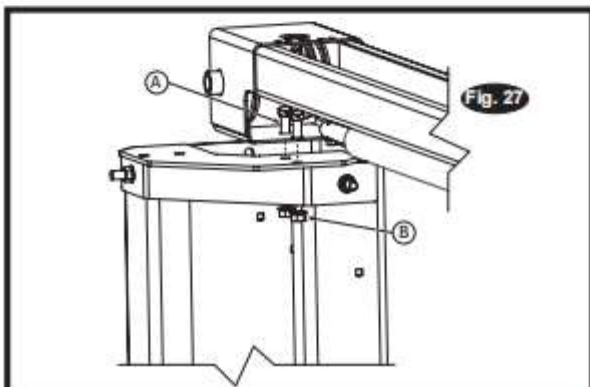

Bild 27 Detalj
4. Med en stege vid varje kolonn placerar två personer överliggande monteringen på kolonnmonteringsfästen och fäster med (2) M10 \* 20 Lg. HHCS. och (2) M10 Låsmuttrar varje kolonn, bild 27. Dra åt bultar i mitten av överliggande monteringen